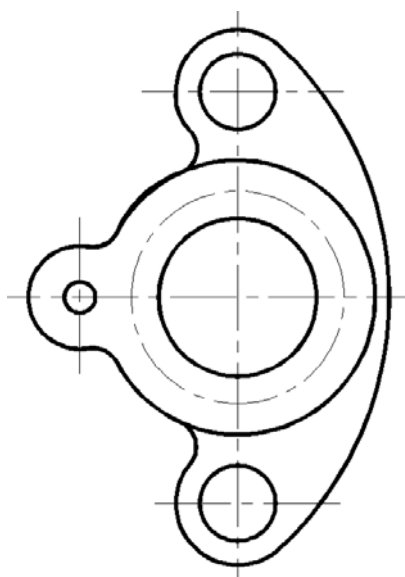

Рис. 3.6
5. Установить слой **Оси**. Вычертить осевые, центровые линии с помощью команд **ОТРЕЗОК**, **КРУГ** и опций объектной привязки **Ближайшая**, **Пересечение**. Отключить вспомогательный слой (рис. 3.6).